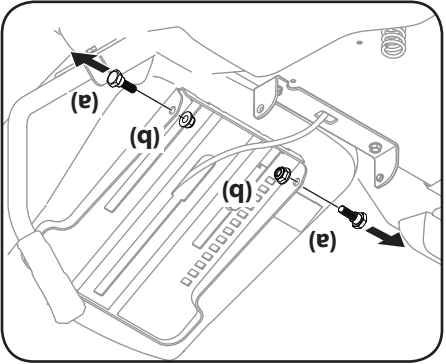

Figure 2-8
1. Enlevez le couvercle en plastique, le cas échéant, de la borne positive de la batterie et attachez le câble rouge à la borne positive de la batterie (+) avec le boulon (a) et l'écrou à six pans(b). Voir la Figure 2-8.
2. Enlevez les deux boulons à épaulement (a) et les deux contre-écrous (b) qui se trouvent sur la cuvette du siège, comme à la Figure 2-8.